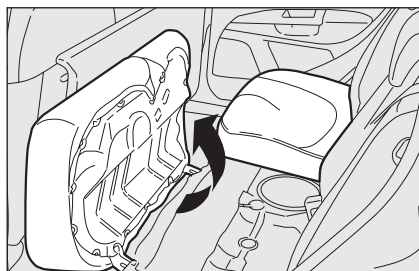

Abb. 81
- ☐ die Sitzkissen in Pfeilrichtung **Abb. 81** nach vorn umklappen;